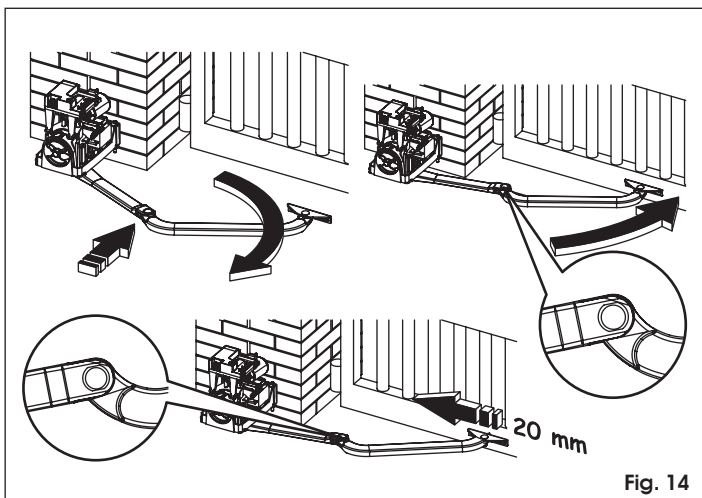

Fig. 14
8. Alinee los brazos que acaba de ensamblar empujando en la zona central, hasta que se detengan, véase Fig. 14 ref. ①.
9. Apoye la brida anterior a la hoja, Fig. 14 ref. ②.
10. Haga retroceder unos 20 mm la brida anterior y marque los orificios de fijación, Fig. 14 ref. ③.
y como se indica en la Fig. 14 ref. ②.